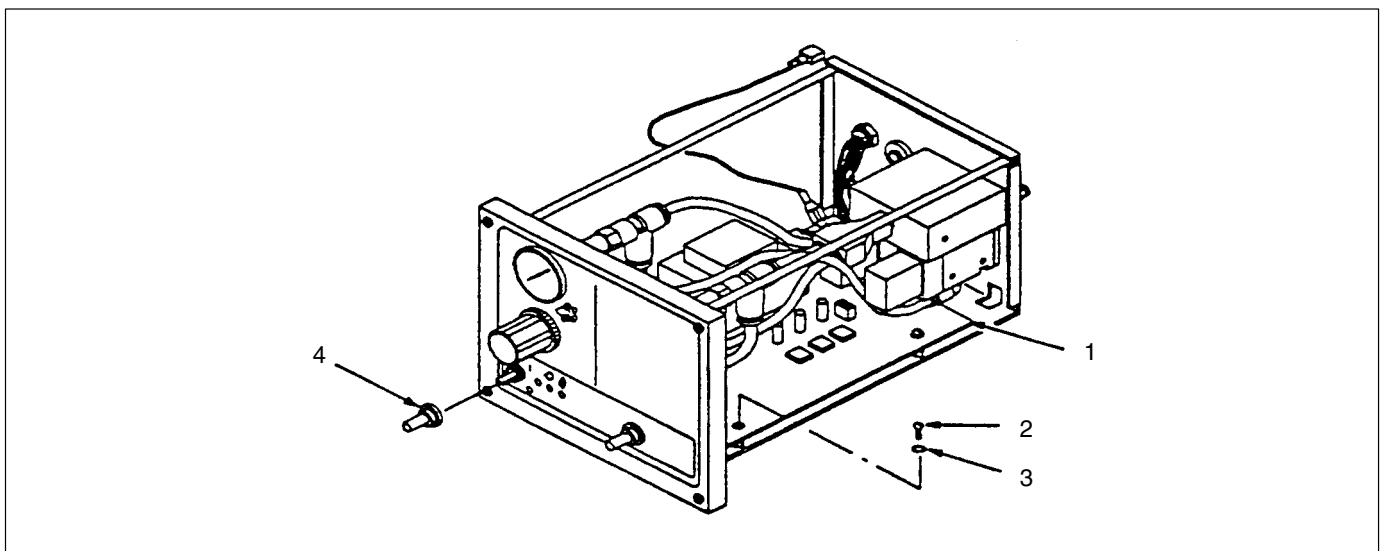

Abb. 6-5 Ersetzen der Platine
2. Trennen Sie die Steckverbinder von allen Anschlüssen auf der Platine (1).
3. Siehe Abb. 6-5. Nehmen Sie die Staubschutzkappen (4) von den Kippschaltern. Heben Sie die Kappen zur Wiederverwendung auf.